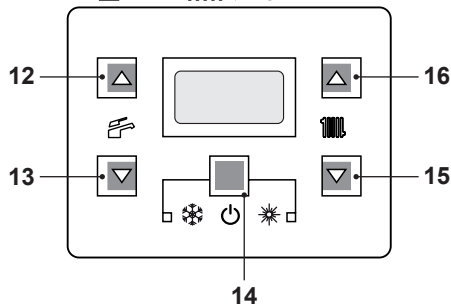

Figura 6.6
- Tenere premuto per 2 secondi il tasto 14 fino a far apparire sul display entrambe i simboli  e  (Figura 6.6).
- Spegnerne la caldaia tenendo premuto per 2 secondi il tasto 14 (Figura 6.6) fino a far apparire sul display LCD il simbolo   (Figura 6.5).